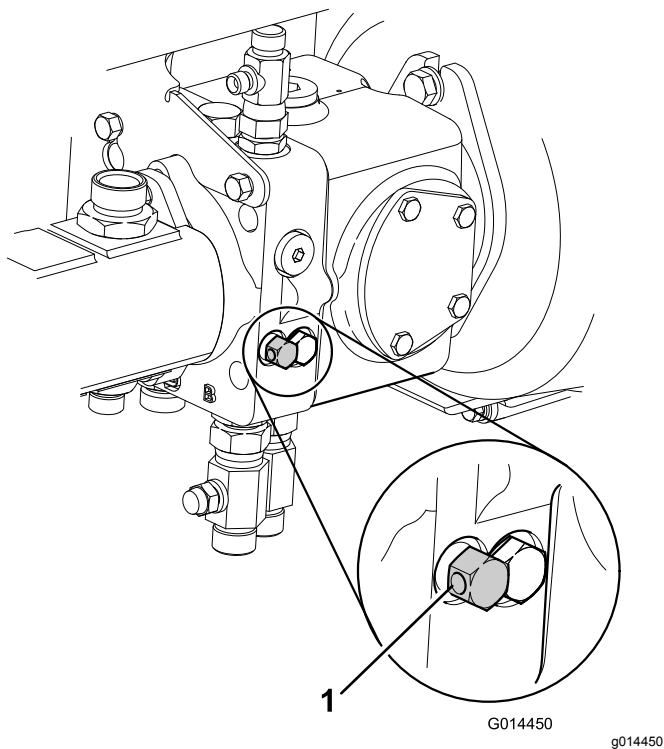

Figura 4
7. Disattivate il sistema idraulico di servizio girando in senso antiorario e per un massimo di tre giri la valvola di bypass che si trova sotto la pompa della trasmissione (Figura 4).